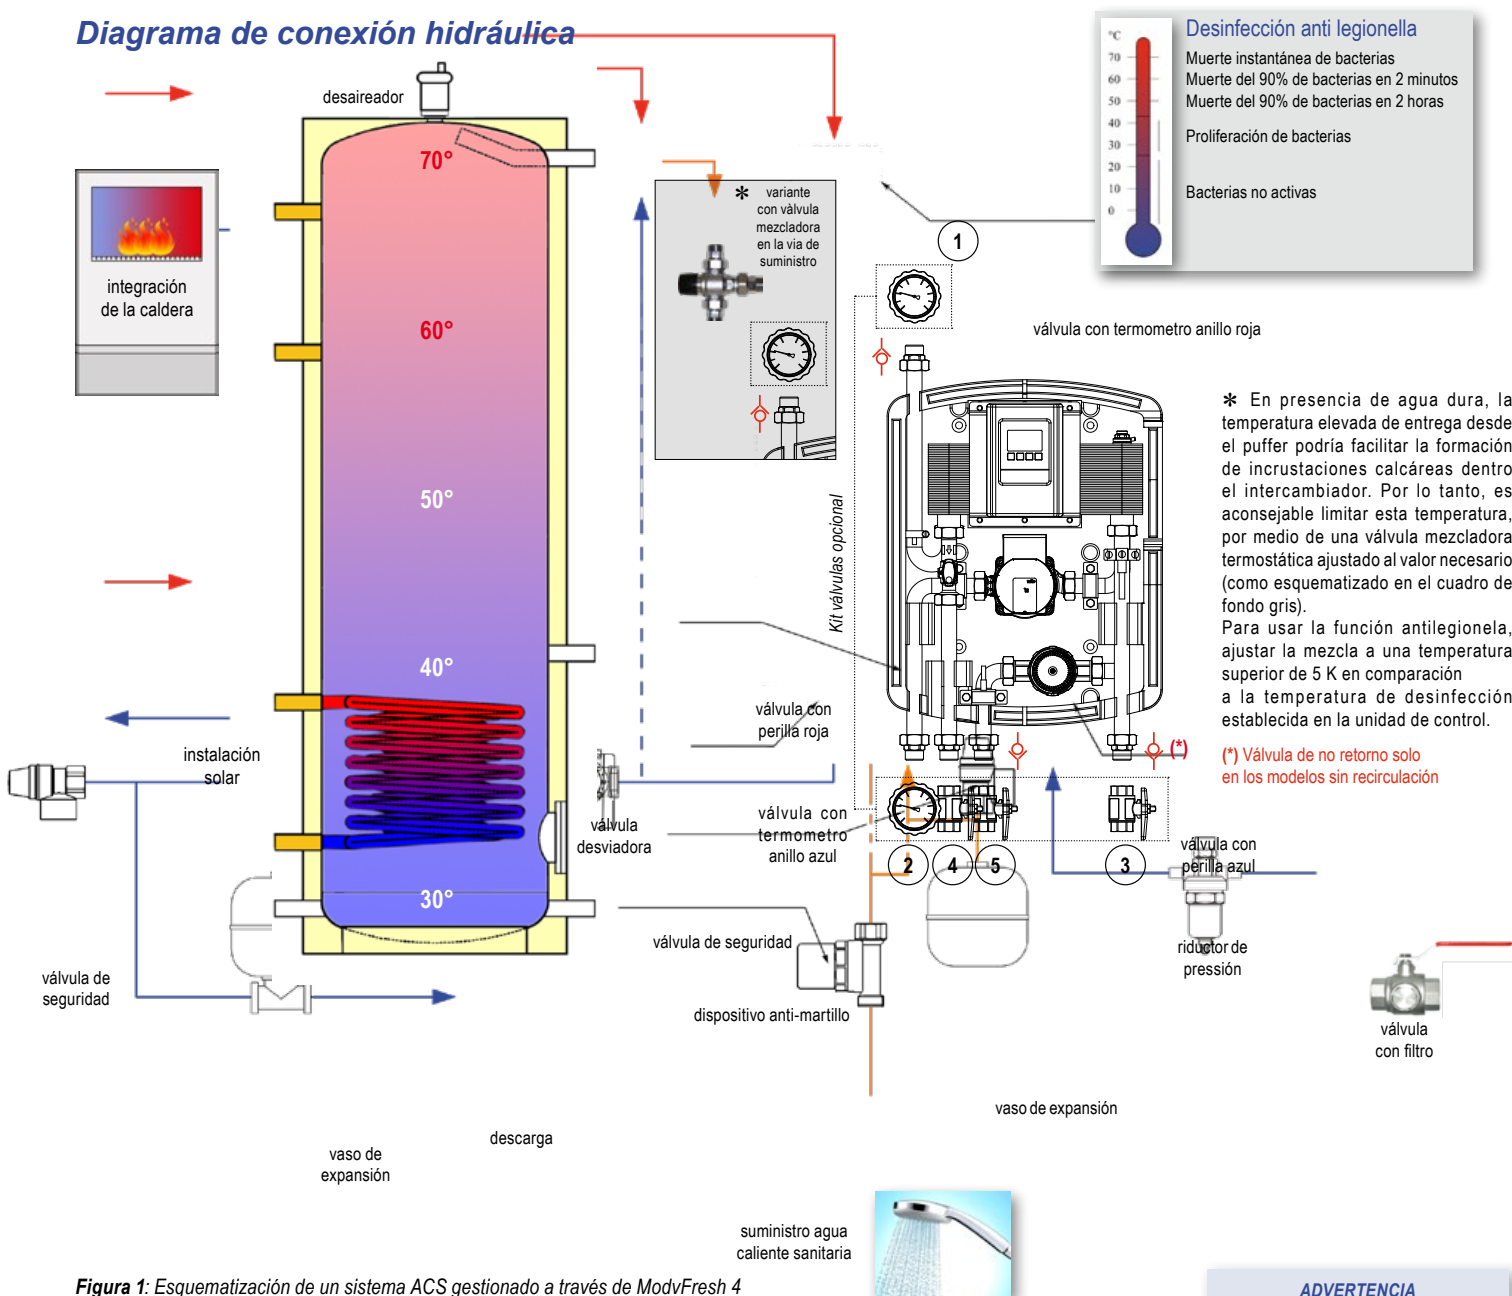

Figura 1: Esquematización de un sistema ACS gestionado a través de ModvFresh 4
- ✓ Coloque el kit de válvula (opcional) como se muestra en la *Figura 1*;